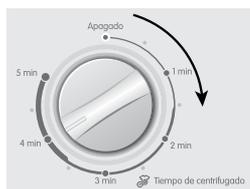

Figura 23
- Seleccione el tiempo de centrifugado (escurrido) teniendo en cuenta las especificaciones de la tabla 8 y figura 23.